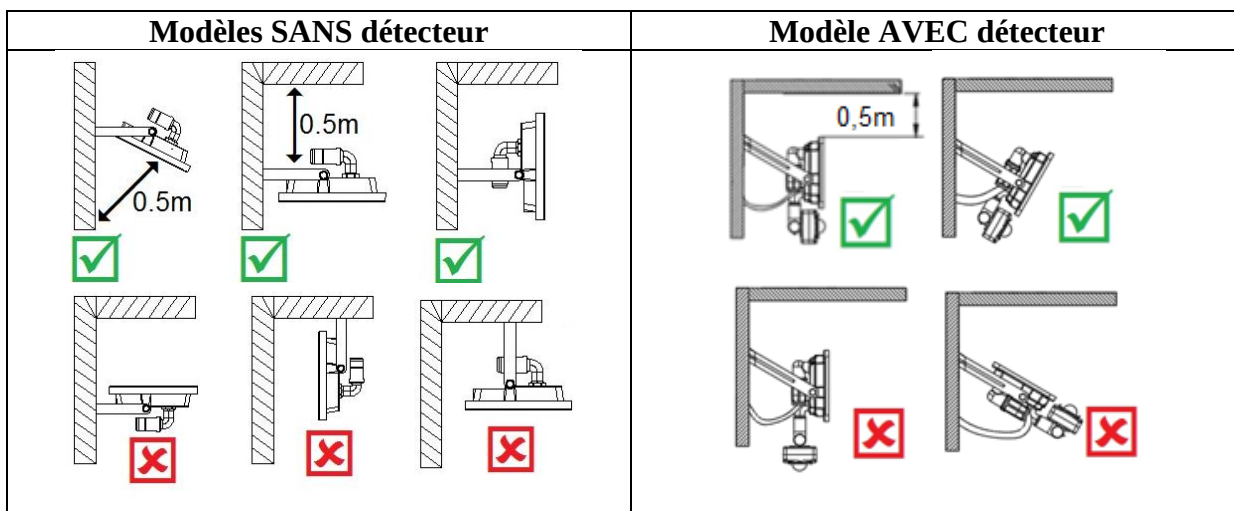

Fig. 2
- Maintenir un espace de ventilation d'au moins 0,5 mètre entre le luminaire et les objets environnants (consultez la Fig. 2 pour des exemples).